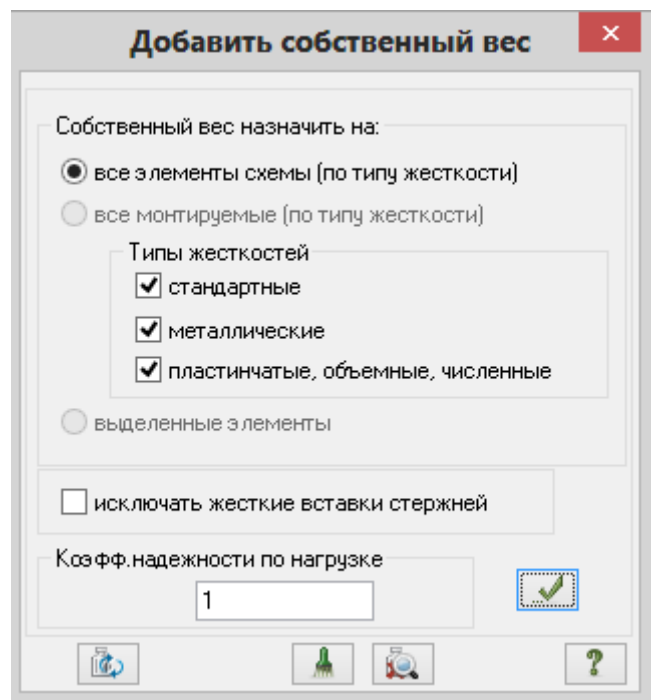

Рис.21.16. Диалоговое окно **Добавить собственный вес**
- Щелчком по кнопке  – **Добавить собственный вес** (панель **Нагрузки** на вкладке **Создание и редактирование**) вызовите диалоговое окно **Добавить собственный вес** (рис.21.16).